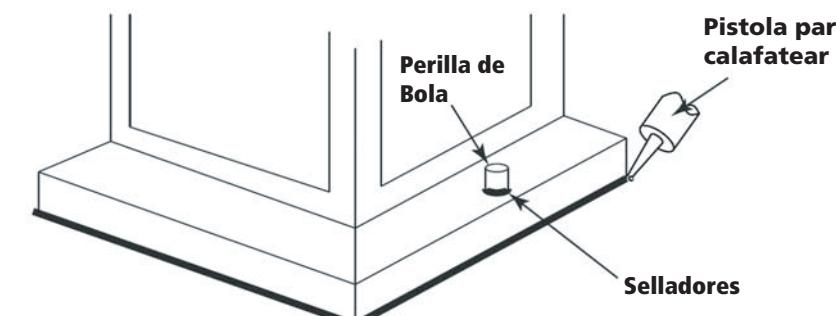

Figura 2
1. Conecte el cable de alimentación positiva (A) (normalmente negro el lado no marcado suave del cable de dos conductores) de plomo accesorio positivo (B) con un giro de tamaño approrpiately conector – **Véase la Figura 2 y 3**.
2. Conecte el cable de alimentación negativa (C) (por lo general de color blanco o el lado marcado estriado del cable de dos conductores) de plomo accesorio negativo (D).
Loop alambre de tierra (E) (generalmente de cobre o verde recubierto de plástico) debajo de la cabeza del tornillo de tierra (S) en la brida de montaje accesorio (M) y conectar con el extremo suelto del cable de tierra luminaria directamente al cable de tierra del sistema de construcción con un tamaño adecuado twist-connectores – **Véase la Figura 2**.
Después asegurar fijo en su lugar, se recomienda que la distancia entre la parte superior y la base de montaje del accesorio se sellará con cualquier buen masilla impermeable de calidad o sellador de silicona (no incluido). También se recomienda que una pequeña capa de madilla o sellador de ser sometidos a los mandos de bolas utilizadas para montar accesorio – Véase la Figura 2.